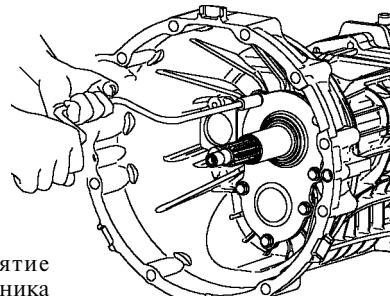

Рис. 6.7. Снятие крышки подшипника первичного вала
6. Отверните болты крепления и снимите крышку подшипника первичного вала (рис. 6.7).